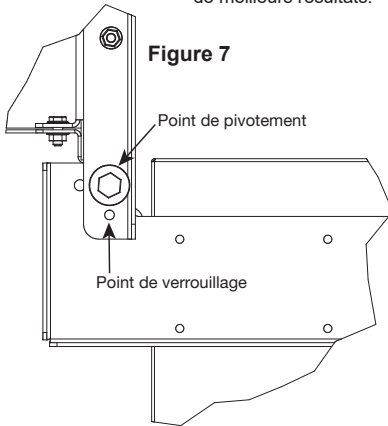

Figure 7
18. Les **Figures 7 et 8** illustrent où utiliser la vis de blocage pour verrouiller la charnière en position ouverte ou fermée. Faire en sorte de bien serrer toutes les vis sur l'ensemble des supports à l'aide des écrous à embase striée pour obtenir de meilleurs résultats.